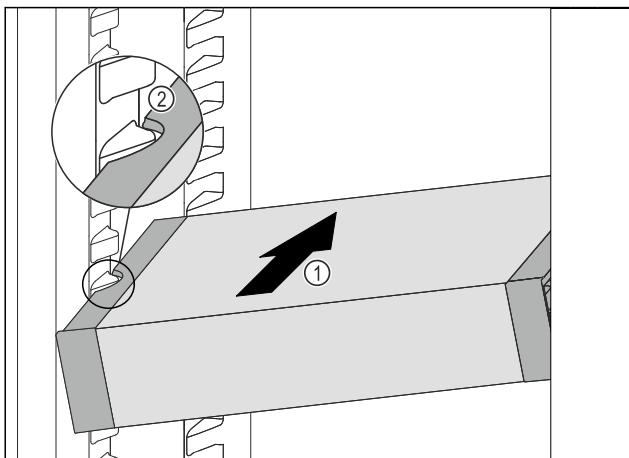

Fig. 74
- Вставити висувний ящик VarioSafe під кутом в охолоджувальне відділення Fig. 74 (1), доки бокові поглиблення Fig. 74 (2) VarioSafe не будуть розташовані на рівні ребра для ємності в охолоджувальному відділенні.